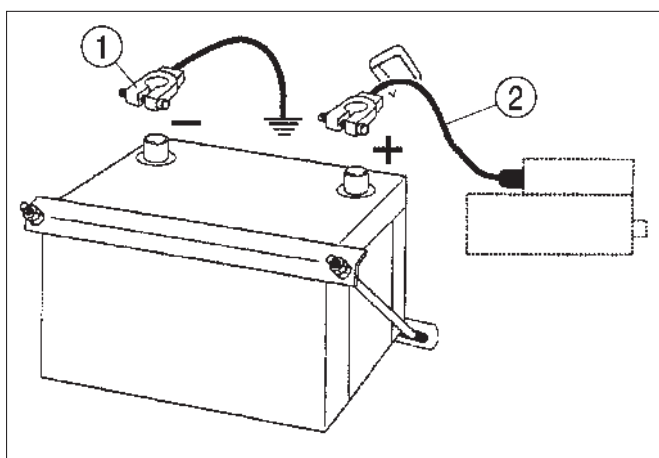

Fig. 95
FIG. 95: Les tracteurs sont expédiés avec la batterie installée. S'il faut remplacer la batterie, débranchez d'abord le câble négatif (-) (1) et puis le câble positif (+) (2). Desserrez et retirez la patte de fixation de la batterie et retirez avec précaution la batterie du tracteur. Pour installer la batterie, il faut d'abord connecter le câble (2) relié au solénoïde du démarreur à la borne positive (+) de la batterie et puis le câble (1) mis à la masse du tracteur peut être connecté à la borne négative (-) de la batterie.